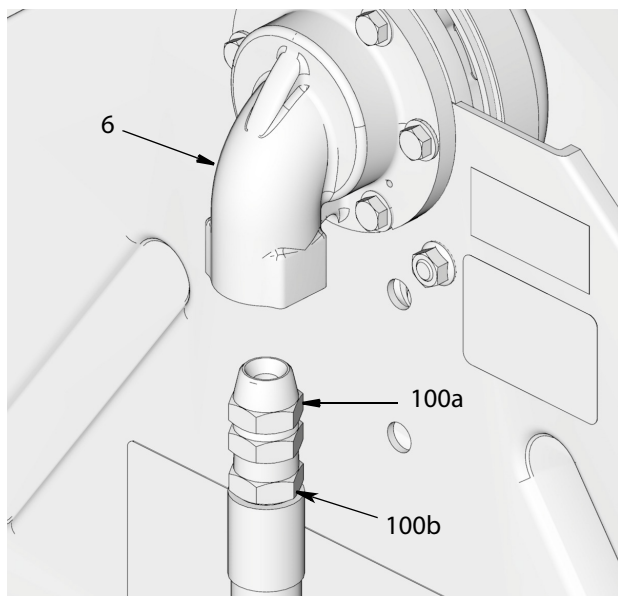

Рис. 4
2. Прикрепите переходник штуцера ко впускному отверстию (6) (Рис. 4).
3. Нанесите трубный резьбовой герметик или обмотайте резьбу (6) впускного шланга (100b) лентой из ПТФЭ (Рис. 4) (в случае необходимости).
4. Прикрепите переходник штуцера (100а) ко впускному шлангу (100b) (Рис. 4). Для затяжки соединения используйте гаечный ключ.